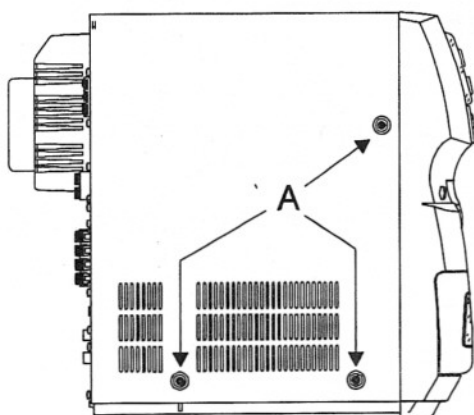

Fig. 1
- Retire os 3 parafusos laterais **A** (fig.1)